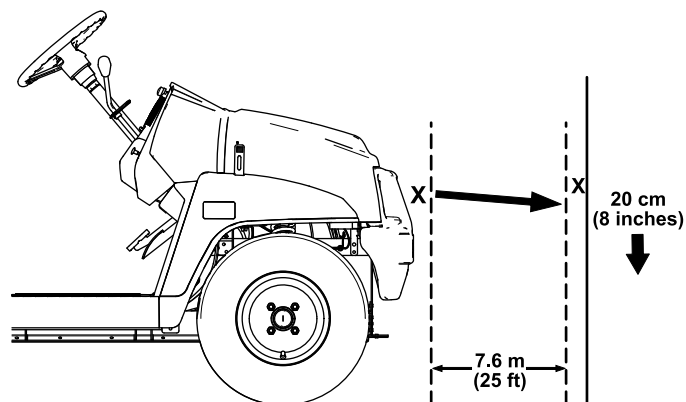

Figura 48
1. Parcheggiate la macchina su terreno pianeggiante con i fari a circa 7,6 m di distanza da una parete (Figura 48).
La parte piú luminosa del fascio dei fari deve trovarsi 20 cm sotto il segno tracciato sulla parete (Figura 48).